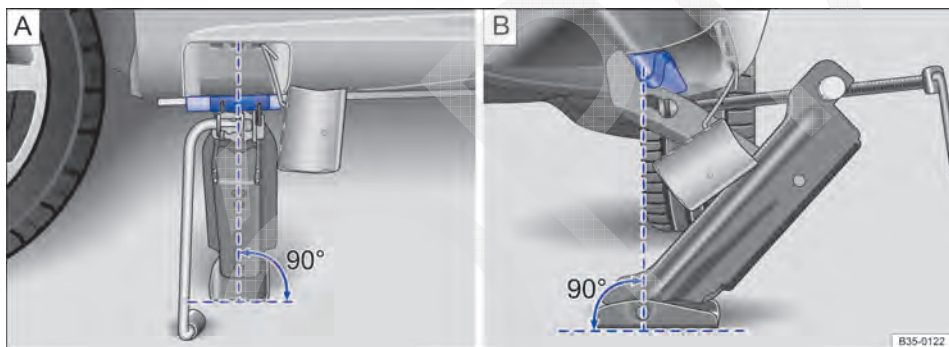

Fig. 261 Macaco posicionado no lado esquerdo traseiro do veículo.
9. Garantir que a base do macaco, com toda sua superfície, esteja sobre o chão e que a base se encontre perpendicularmente abaixo do ponto de colocação ⇒ Fig. 261.
10. Alinhar o macaco e, simultaneamente, levantar a garra do macaco até ela se encaixar na travessa debaixo do veículo ⇒ Fig. 261.
- Posicionar o macaco somente nos pontos indicados. A garra do macaco deve se encaixar no perfil da longarina de forma segura ⇒ Fig. 261.